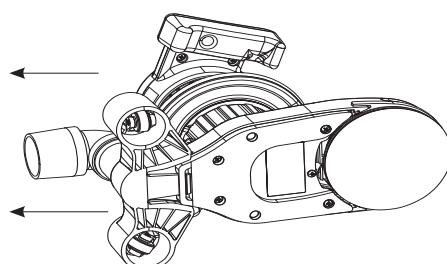

Figura 6
- 3 El accesorio de ruedas para bordes debe usarse solo para bordes. Para el lijado de escaleras, retire el accesorio de ruedas para bordes con un golpe rápido hacia atrás (Figura 6).